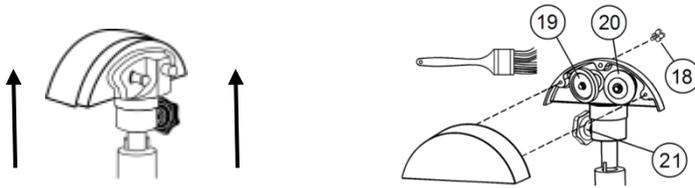

FIG 10. PASOS PARA DESENSAMBLAR EL AFILADOR
1. Para remover el sub-ensamble del afilador (13), aflojando la perilla del afilador (21) y jale hacia arriba el sub-ensamble del afilador (Fig. 10)
**Nota:** Nunca use el sub-ensamble de afilador con las piedras húmedas. Todas las barras del afilador deben estar lubricadas. Después de afilar la cuchilla todos los componentes como la chuchilla (2) y las piedras (19&20) deben ser limpiadas y desinfectadas.